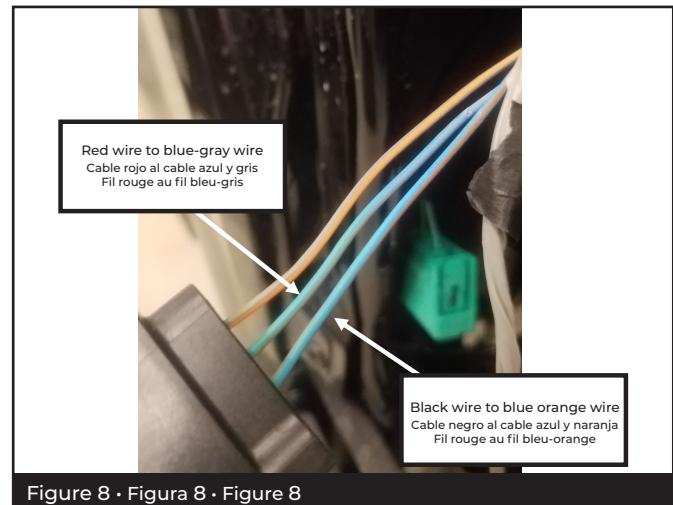

Figure 8 · Figura 8 · Figure 8
- 8** Using provided ScotchLoks, splice the wires into tail lamp harness. Hook the emblem red wire to the blue gray wire, and the emblem black wire to blue orange wire. (Fig 8)
**Fr** Avec les connecteurs ScotchLok fournis, épissez les fils avec le harnais électrique du feu arrière. Connectez le fil rouge de l'emblème au fil bleu-gris, et le fil noir de l'emblème au fil bleu-orange. (Figure 8).